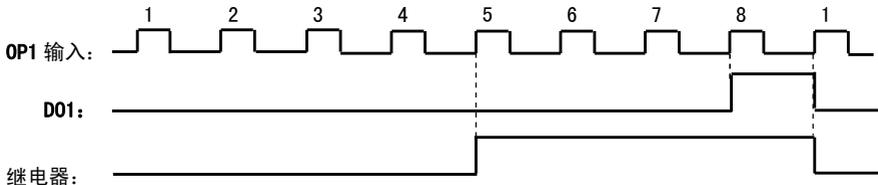

图 5-6 设定计数次数与指定计数次数示意图
- 设定计数次数是指从 OP1 输入多少个脉冲时，被编程为“设定计数值到达”功能的输出端子（D01 端子或继电器）输出一个计数宽度的脉冲。计数值到达“设定次数”后，计数重新开始。如图 5-6 所示：若 F313=1、F314=8，F301=8，当 OP1 输入第 8 个脉冲时，D01 输出一个指示信号。
- 指定计数次数是指从 OP1 输入多少个脉冲时，被编程为“指定计数值到达”功能的输出端子（D01 端子或继电器）输出一个脉冲，直到计数值到达“设定次数”为止。如图 5-6 所示：若 F313=1、F314=8，F315=5，F300=9，当 OP1 输入第 5 个脉冲时，继电器输出一个指示信号，直到“设定计数次数 8”到达为止。